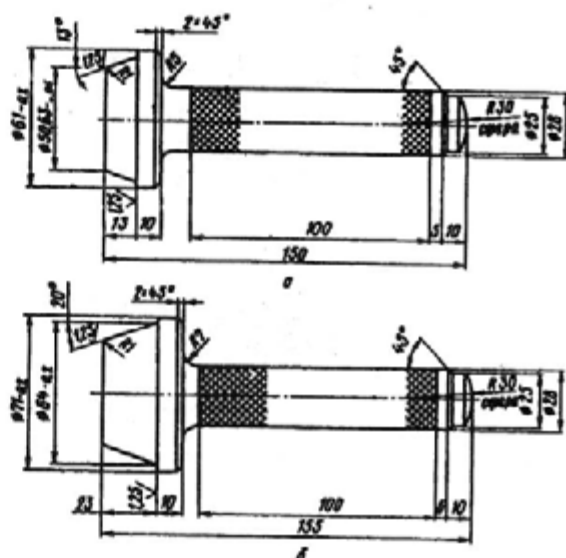
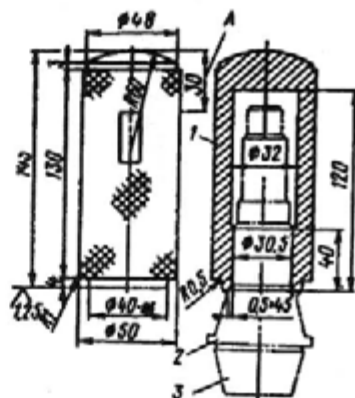
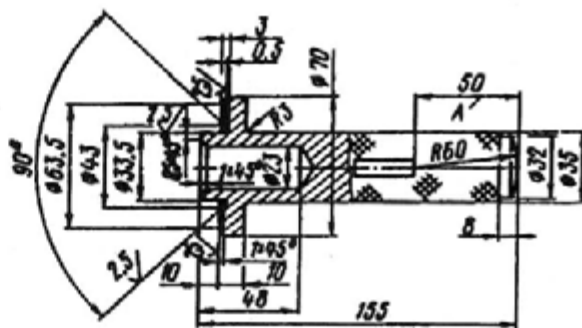

Рис. 146. Оправки для запрессовки наружных колец подшипников ведущей шестерни главной передачи:
Рис. 147. Оправка для напрессовки внутреннего кольца заднего подшипника на вал ведущей шестерни главной передачи:
Рис. 148. Оправка для запрессовки сальника ведущей шестерни в горловину картера редуктора.
При сборке редуктора заднего моста применяйте ручной пресс, стенд для сборки редуктора, стойку с часовым индикатором, микрометры $0-25$ и $25-50$, оправки (9480-1097, 9480-1096, 9480-1099) для запрессовки наружных колец переднего и заднего подшипников (рис. 146) и внутреннего кольца заднего подшипника (рис. 147), оправку (9480-1098) для запрессовки сальника ведущей шестерни (рис. 148), специальную оправку (9480-1631) и микрометрическую стойку (9549-523) для проверки монтажного размера в картере редуктора (рис. 149), телескопическую контрольную распорную втулку (рис. 150), динамометрический ключ до $180 \text{ Н} \cdot \text{м}$ ($18 \text{ кгс} \cdot \text{м}$), специальный ключ 9487-350 для регулировочных гаек подшипников дифференциала, контрольное приспособление для проверки момента трения (сдвига) подшипников ведущей шестерни редуктора (рис. 151), оправку для запрессовки подшипников дифференциала (рис. 152).
1. Запрессуйте наружные кольца переднего и заднего подшипников в картер редуктора, без регулировочных прокладок, с помощью оправок (см. рис. 146) под прессом или ударами молотка.
2. Напрессуйте внутреннее кольцо заднего подшипника на ведущую шестерню с помощью оправки (см. рис. 147) под прессом или ударами молотка.
6. С помощью оправки (рис. 147) легкими ударами молотка, чтобы не сбились контрольная втулка, напрессуйте на ведущую шестерню внутреннее кольцо переднего подшипника, наденьте маслоотражательную шайбу и напрессуйте фланец крепления карданного вала. Наденьте шайбу и заверните гайку, прикладывая такой момент, чтобы после проворачивания ведущей шестерни на 8—10 оборотов момент сопротивления ее вращению (предварительный натяг) находился бы в пределах 1,5—3,5 Н·м (0,15—0,35 кгс·м). Выньте ведущую шестерню из картера.
10. После окончательной регулировки предварительного натяга и монтажного размера отверните гайку ведущей шестерни и снимите фланец. С помощью оправки (рис. 148) запрессуйте сальник ведущей шестерни до упора. Перед запрессовкой сальник обязательно окуните в моторное масло. Установите фланец, наверните и окончательно затяните гайку динамометрическим ключом (момент затяжки $145-160 \text{ Н} \cdot \text{м}$ ($14,5-16 \text{ кгс} \cdot \text{м}$), предварительно подложив под нее шайбу.